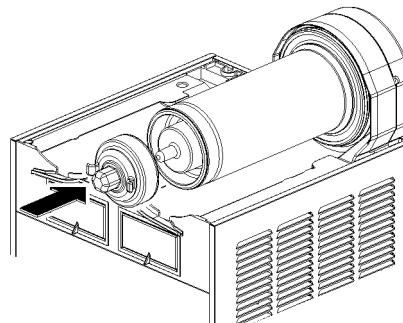

figura 14
- 5** Insertar el rotor magnético externo en el evaporador, acompañándolo con cuidado (ver figura 14).